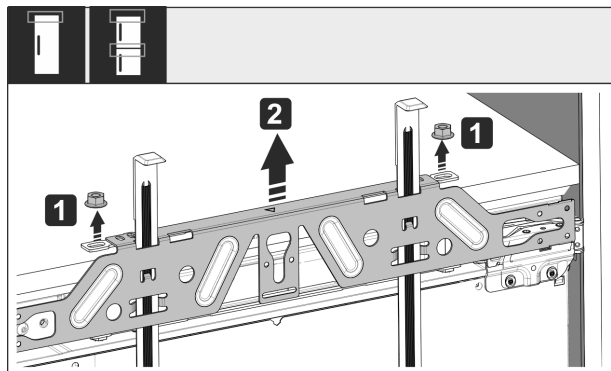

Fig. 54
- ▶ Kontermuttern Fig. 54 (1) lösen.
- ▶ Befestigungstraverse Fig. 54 (2) abnehmen.